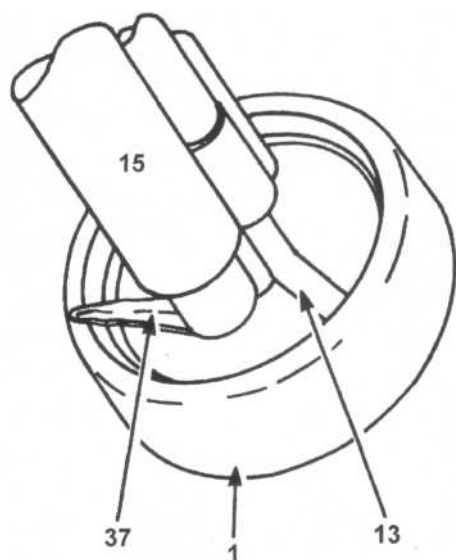

Рис.3 Регулировка краскоподающей трубки и
1. Установите краскоподающую трубку (13) на фронте распылителя (см. рис. 1 и рис. 3).
2. Укрепляют распылительную чашу (1) впереди на распылителе, при этом удерживая вал распылителя и поворачивая чашу до тех пор, пока она полностью не оденется. Винтовым штифтом (85) затягивают в сердечнике (1.2).
3. Краскоподающая трубка (13) должна быть установлена в углублении чаши приблизительно в положении «5 часов» и не должна тереться о чашу. При необходимости отрегулируйте положение трубки.
4. Скользящий контакт (37) устанавливают так, чтобы возвышающаяся пластиковая часть скользящего контакта трет по внешнему заднему канту кольца распылительной чаши. (См. рис. 3).